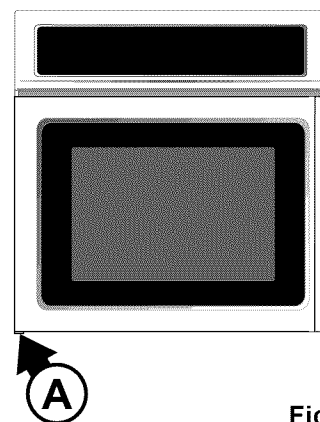

Figure 5
- 6.1.1. Enlevez la vis du pivot situé en bas du côté de la charnière (Voir A, Figure 5).